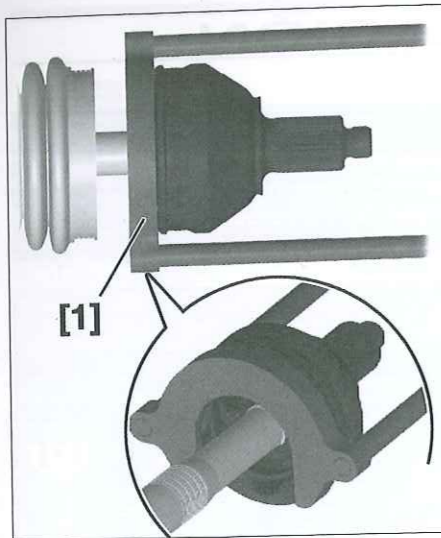

Fig. 5
- Con el útil [1] y el extractor de inercia [2] desengastar del eje de transmisión la junta homocinética (Fig.5).